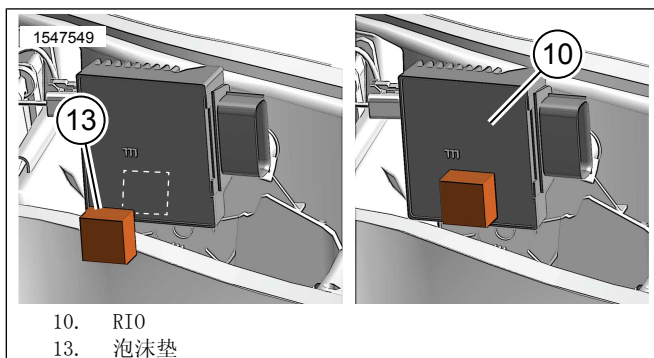

图9。将泡沫垫安装到RIO
- h. 参见图9。使用50:50的异丙基/水混合物清洁RIO-ESC的后表面，并在连接泡沫垫之前使表面完全干燥。
- i. 参见图9。从泡沫垫(13)上取下衬板，并粘在LED灯下的RIO-ESC(10)的背面。